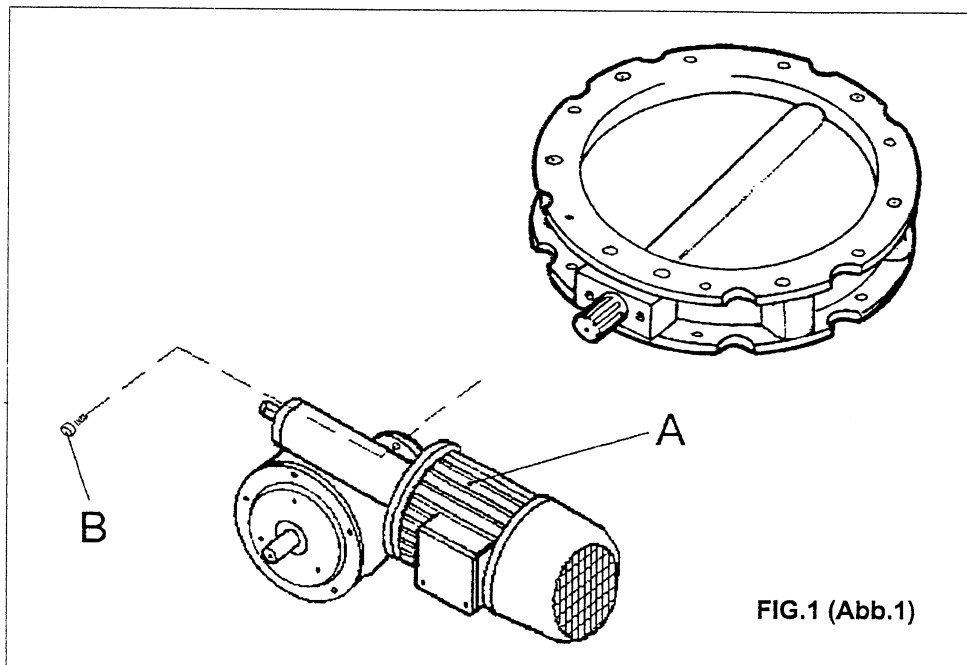
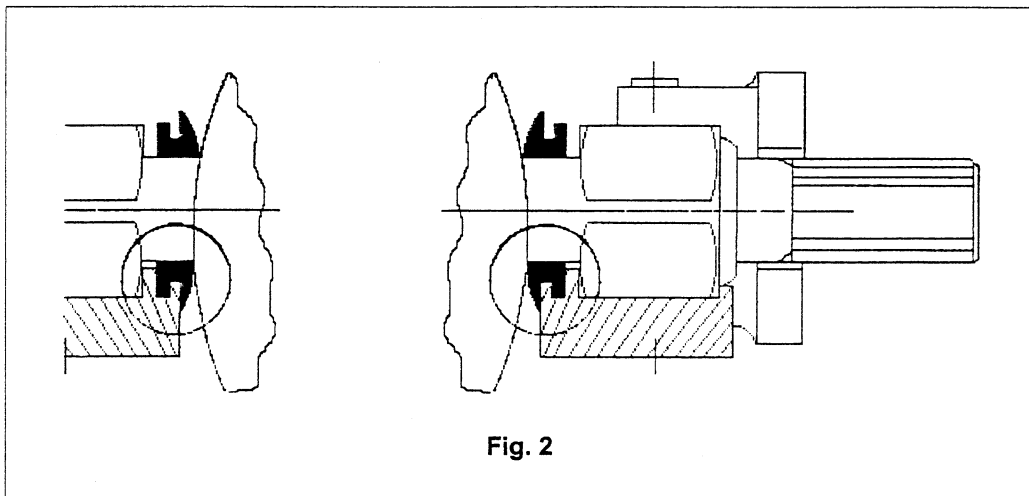

FIG.1 (Abb.1)
Fig. 2
Put the valve (A) on a level surface. For the versions with coated discs, writing on the lower disc side must point downwards. For cast iron versions, flat lower disc side must point downwards. Remove protection from disc shaft. Before fitting the actuator, ensure the piston is fully retracted by turning the shaft with the aid of a spanner either anticlockwise as far as it will go (fig. 1). Mount the actuator (B), which has been pre-assembled complete with its accessories, as per the instructions in the actuator manual, onto the splined disc shaft keeping it in a horizontal position with the axis (Y) pointing to the west (fig. 2). Insert the two bolts (C) into the holes of the support flange and screw on firmly. Carry out test operation.
Die Klappe (A) auf eine ebene, horizontale Oberfläche legen. Bei kunststoffummantelten Tellern muß die beschriftete Unterseite des Klappentellers nach unten zeigen. Bei Gußtellern muß die abgeflachte Teller-Unterseite nach unten zeigen. Wellenschutz entfernen. Vor dem Anbau des Zylinders sicherstellen, daß der Zylinder vollkommen ausgefahren ist, indem man mit Hilfe eines Schraubenschlüssels den Wellen zapfen entweder gegen den Uhrzeiger bis zum Anschlag dreht (Abb. 1).
Disposer la vanne (A) sur une surface plane horizontale. S'assurer que dans les vannes avec disque plastifié le nom WAM sur la partie inférieure du-même montre vers le bas. Dans les disques en fonte la partie inférieure plane du disque doit montrer vers le bas. Enlever la protection de l'arbre. Avant de monter le vérin vérifier que le piston soit à fin de course en tournant l'arbre dans le sens inverse aux aiguilles d'une montre à l'aide d'une clé (fig. 1). Insérer le vérin (B) dans l'arbre cannelé de la vanne de façon que l'axe (Y) du vérin soit horizontal par rapport au sol et que montre vers l'ouest comme indiqué à la fig. 2. Insérer les deux boulons (C) dans les trous du raccord et les serrer fortement. Effectuer test de fonctionnement.
Prima di montare l'attuatore verificare che l'attuatore abbia il pistone a fine corsa sulla culatta anteriore girando una chiave in senso antiorario fino a fine corsa (fig. 1). L'inserimento dell'attuatore pneumatico (B) nell'albero scanalato del corpo valvola, va fatto puntando l'asse (Y) del cilindro verso ovest, tenendo l'attuatore in orizzontale, (fig. 2). Inserire le due viti (C) negli appositi fori e serrare forte con chiave. Effettuare test funzionale.
Remove protection from disc shaft. Before fitting the actuator, ensure the piston is at the end of stroke by turning the shaft anticlockwise with the aid of a spanner as far as it will go. Fix the actuator (AP) with the supplied bolts using a spanner size 13 ensuring the axis (X) of the actuator (fig. 2) is in vertical position (fig. 1). Tighten bolts (B) (M 10 = 45 Nm; M12 = 75 Nm).
Die Klappe auf eine ebene, horizontale Oberfläche legen. Bei kunststoffummantelten Tellern muß die beschriftete Unterseite des Klappentellers nach oben zeigen. Bei Gußtellern muß die abgeflachte Teller-Unterseite nach oben zeigen. Wellenschutz entfernen. Vor dem Anbau des Zylinders Schraubenschlüssel an die Zylinderwelle ansetzen und entgegen dem Uhrzeigersinn bis zum Anschlag drehen. Antrieb (AP) mittels der gelieferten Schrauben und eines 13er-Schlüssels an der Klappe befestigen. Darauf achten, daß sich die Achse (X) des Antriebs (Abb. 2) in vertikaler Stellung befindet (Abb. 1). Verbindungsschrauben (B) festziehen (M10 = 45 Nm; M12 = 75 Nm). Druckluft gemäß Angaben im Bedienerhandbuch zu den Drehantrieben an Magnetventilspule anschließen und Funktionstest durchführen.
Disposer la vanne sur une surface plane horizontale. S'assurer que dans les vannes avec disque plastifié le nom WAM sur la partie inférieure du-même montre vers le haut. Dans les disques en fonte la partie inférieure plane du disque doit montrer vers le haut. Enlever la protection de l'arbre. Avant de monter le vérin vérifier que le piston soit à fin de course en tournant l'arbre à l'aide d'une clé dans en sens inverse de celui des aiguilles d'une montre. Insérer l'actionneur (AP) au moyen des vis (B) fournies et d'une clé 13 sur la vanne. Faire attention que l'axe (X) de l'actionneur (fig. 2) soit en position verticale (fig. 1). Serrer les vis (M10 = 45 Nm; M12 = 75 Nm). Brancher l'alimentation d'air comprimé à la bobine de l'électrovanne selon les instructions dans le manuel sur les actionneurs. Effectuer test de fonctionnement.
Sistemare la valvola su un piano orizzontale. Accertarsi che, con disco valvola ricoperto di plastica, la scritta WAM riportata sul disco sia rivolta verso l'alto, mentre con disco in ghisa, sia rivolta verso l'alto la parte inferiore piana del disco. Togliere la protezione dall'albero. Prima di montare l'attuatore verificare che l'attuatore sia a fine corsa girando l'albero a mezzo di una chiave in senso antiorario. Montare l'attuatore AP sulla valvola con l'aiuto delle viti (B) forniti e di una chiave 13. Accertarsi che l'asse (X) dell'attuatore (fig. 2) sia in posizione verticale (fig. 1). Serrare le viti (B) (M10 = 45 Nm; M12 = 75 Nm). Collegare aria compressa alla bobina dell'elettrovalvola secondo le istruzioni nel manuale sugli attuatori. Effettuare test funzionale.
Put the valve on a level surface. For the versions with coated discs, writing on the lower disc side must point downwards. For cast iron versions, flat lower disc side must point downwards. Remove protection from disc shaft. Push down the valve disc until it is completely closed. Mount the gear motor (A) square onto the splined shaft so that the axis of the electric motor is parallel to the work surface (see fig. 1). Fix the gear motor using the two supplied bolts (B) and tighten firmly.
Die Klappe auf eine ebene, horizontale Oberfläche legen, so daß bei Klappen mit kunststoffummantelten Klappentellern die beschriftete Unterseite des Klappentelers und bei Klappen mit Gußtellern die abgeflachte Tellerseite nach unten zeigt. Wellenschutz entfernen. Klappenteller so weit nach unten drücken, bis die Klappe völlig geschlossen ist. Getriebemotor (A) rechtwinklig auf die Evolventenkeilwelle der Klappe montieren, sodaß sich die Achse des Elektromotors parallel zur Arbeitsoberfläche befindet (siehe Abb.1). Den Getriebemotor mittels der zwei mitgelieferten Schrauben (B) befestigen. Schrauben festziehen.
Disposer la vanne sur une surface plane horizontale. S'assurer que dans les vannes avec disque plastifié le nom WAM sur la partie inférieure du même montre vers le bas. Dans les disques en fonte la partie inférieure plane du disque doit montrer vers le bas. Enlever la protection de l'arbre. Pousser le disque vers le bas jusqu'à la fermeture complète de la vanne. Monter le motoréducteur (A) sur l'arbre cannelé de la vanne en sorte que l'axe du moteur soit parallèle à la surface d'appui (voir fig.1). Fixer le motoréducteur au moyen des deux boulons (B) fournis et les serrer fortement.
Sistemare la valvola su un piano orizzontale. Accertarsi che, con disco valvola ricoperto di plastica, la scritta WAM riportata sul disco sia rivolta verso il basso, mentre con disco in ghisa, sia rivolta verso il basso la parte inferiore piana del disco. Togliere la protezione dall'arbre. Premere il disco in basso fino alla completa chiusura della valvola. Inserire il motoriduttore (A) nell'albero scanalato della valvola (fig.1), cioè con l'asse del motore elettrico parallelo al piano orizzontale. Fissare il motoriduttore mediante i due bulloni (B) forniti e serrarli fortemente.
(see fig. 1 and 2)
(siehe Abb. 1 und 2):
Vous devez procéder comme il suit: (voir fig. 1 et fig. 2):
Eseguire le seguenti operazioni: (vedi Fig. 1 e Fig. 2):
| <ul style="list-style-type: none"> - Loosen bolts (6) and (10) and remove them. Do not lose nuts (9). - Separate semi-bodies (item (3) and (8) with V1IFS, twice item (3) with V2FS). - Separate valve disc along with seal and hexagonal bushes from the valve body. - Remove hexagonal bushes (7) from disc shaft. - Remove disc seal (1) from the two shaft ends. - Fit new seal on the two shaft ends. Ensure seal does not get damaged. - Slide the two hexagonal bushes (7) over the shaft ends. - Introduce drive shaft into the bore of the actuator support bracket. Ensure correct fit of the two hexagonal bushes (see fig. 2). | <ul style="list-style-type: none"> - Schrauben (6) und (10) lösen. Dabei Muttern (9) nicht verlieren. - Klappenhälften voneinander trennen (Pos. (3) und (8) bei V1 FS, 2 x Pos. (3) bei V2FS). - Klappenteller samt Dichtmanschette und Sechskantbushen vom Rahmen trennen. - Sechskantbushen (7) von den Wellenenden abziehen. - Dichtmanschette (1) zuerst vom einen, dann vom anderen Wellenende lösen. - Neue Dichtmanschette zuerst über das eine, dann über das andere Wellenende ziehen. Dabei darauf achten, daß die Manschette nicht beschädigt wird. - Die zwei Sechskantbushen (7) auf die beiden Wellenenden schieben. - Die Antriebswelle durch die Halterungsbohrung führen und auf den korrekten Sitz der zwei Sechskantbushen achten (siehe Abb. 2). | <ul style="list-style-type: none"> - Dévissez les vis "6" et "10" en faisant bien attention à ne pas perdre les écrous .91, ; - séparez les deux demicorps ("S" et "8" pour les V1 FS, "3" pour les V2FS); - soulevez le disque en même temps que le joint et retirez-les, ainsi que les embouts hexagonaux; - retirez des pivots du disque les embouts hexagonaux "T"; - retirez des pivots du disque le joint "T", d'abord d'un côté et ensuite de l'autre; - placez le nouveau joint sur les pivots du disque en faisant bien attention à ne pas l'abîmer; - enfillez les embouts hexagonaux "T"; - enfillez dans l'étrier le pivot de commande et posez les embouts hexagonaux et le joint du disque dans leurs logements relatifs du demicorps inférieur (fig. 2). | <ul style="list-style-type: none"> - Svitare le viti "6" e "10" facendo attenzione a non perdere i dadi "T" - separare i due semicorpi ("W e T" per V1 FS, "3" per V2FS) - sollevare e sfilare il disco con la guarnizione e le boccole esagonali - sfilare le boccole esagonali "7" dai perni dei disco - estrarre la guarnizione "T" dai perni dei disco prima da una parte poi dall'altra. - inserire la nuova guarnizione sui perni dei disco facendo attenzione a non danneggiarla. - infilare le boccole esagonali "T" - infilare nella staffa il perno di comando ed appoggiare le boccole esagonali e la guarnizione dei disco nelle relative sedi dei semicorpo inferiore (fig.2). |